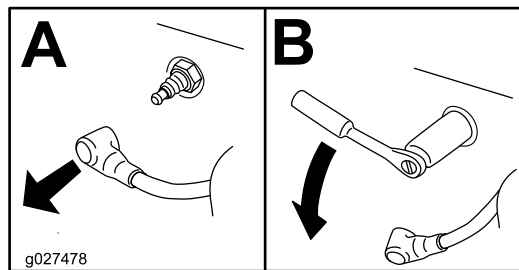

Figura 33
3. Togliete la candela (Figura 33).